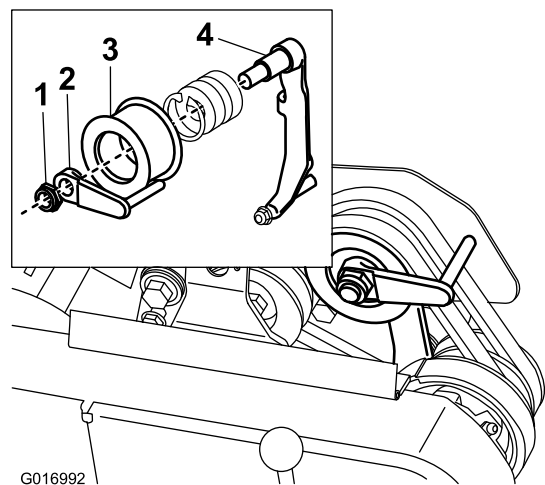

Figura 41
- Per spingere o tirare la macchina più agevolmente senza avviare il motore, regolate il guidacinghia (Figura 41, inserto) come segue.